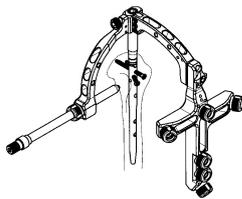

図 19
- 20) A/P 方向のスクリューを挿入する場合は、AP ガイドを TD アームに取り付け、4.5 キャンセラススクリューを挿入します。（図 19）